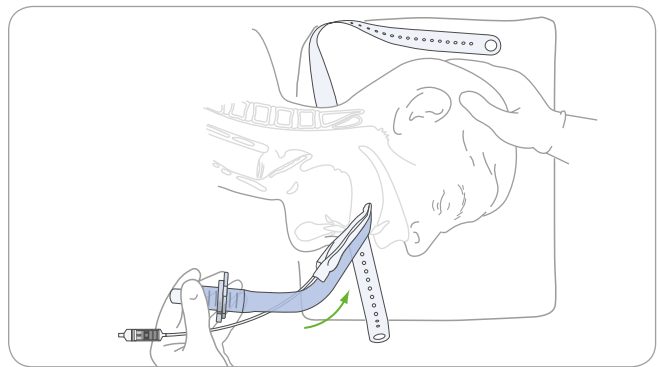

Figure 10. Faire progresser le ballonnet à l'intérieur de la bouche, tout en maintenant la pression contre le palais
8. Appuyer la pointe distale du masque contre la face interne des dents ou des gencives, comme indiqué sur la **figure 10**.